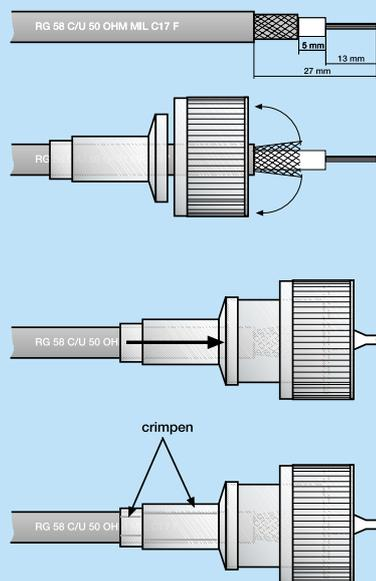

Bild 6 (links): Montagebeispiel für PL-Stecker mit Crimpmontage
1. Aufschieben von Crimphülse und Überwurf und Abisolieren des Kabels (Abbildung 6).
4. Aufschieben der Crimphülse auf das Steckergehäuse und doppeltes Crimpen lt. Abbildung 6 unten.